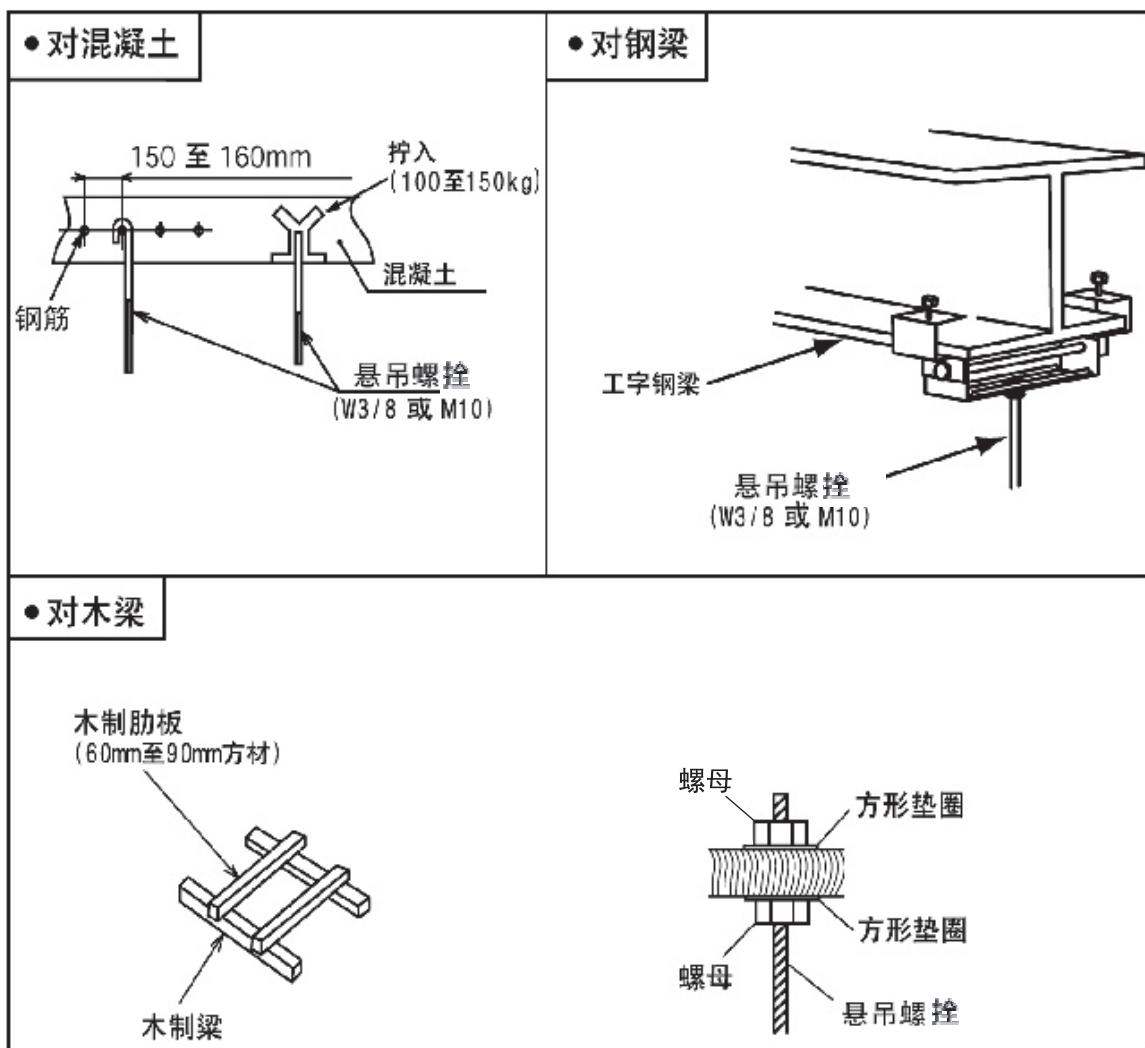

图2 悬吊螺栓的固定
- (1) 仔细考虑走管、配线和维修,选定合适的安装位置和方向。
- (2) 安装悬吊螺栓如下图 2 所示。